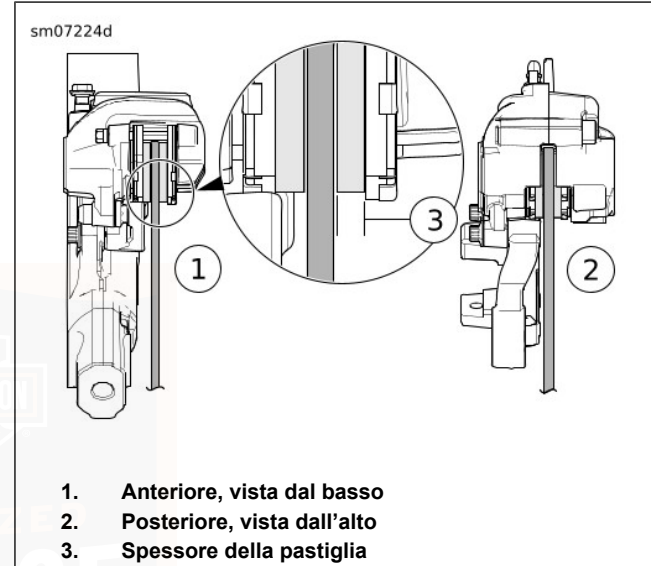

Figura 55. Spessore delle pastiglie dei freni
2. Vedere Figura 55. Misurare lo spessore del materiale di attrito sulla pastiglia del freno. Per i freni posteriori, poggiare il righello contro il disco del freno attraverso lo spazio lungo la pinza.